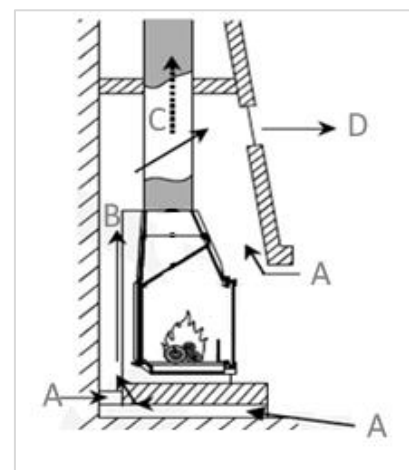

Abbildung 3
3. **WÄRME DURCH KONVEKTION.** Um die durch Konvektion entstehende Wärme im Gebäude zu verteilen, müssen Lüftungsgitter (je eines unten und eines oben) installiert werden. Dadurch entsteht ein Luftstrom in das Gebäude hinein und aus dem Gebäude heraus. Abbildung 3 zeigt ein Beispiel für den Luftstrom durch Konvektion.